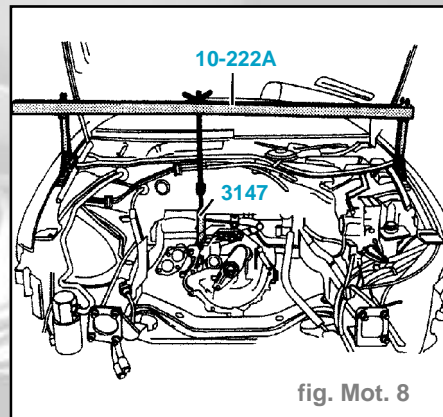

fig. Mot. 8
- Mettre en place le dispositif de maintien 10-222A (fig. Mot. 8).